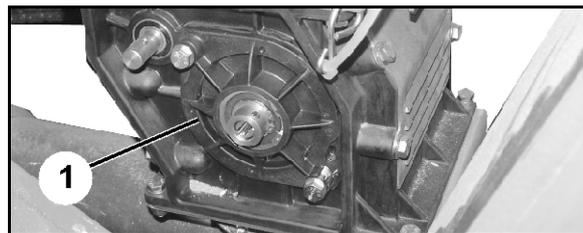

Fig. 105
7. Schließen Sie den Gehäusedeckel (Fig. 105/1).